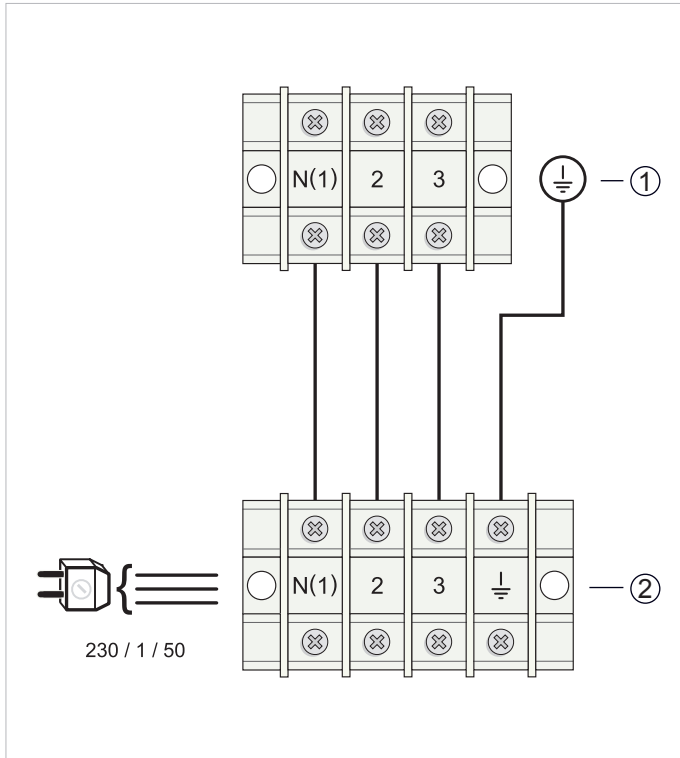

Abb. 11.4 Elektrischer Schaltplan für den Außen- und Innenanschluss SDH 18-025 NW und SDH 18-035 NW.
- Führen Sie das Stromkabel von der Rückseite des Innengerätes durch das eigens dafür vorgesehene Loch auf der Vorderseite. Schließen Sie die Kabel des Innengerätes gemäß dem entsprechenden Anschlussschema an. Abbildung 11.4 und 11.5.